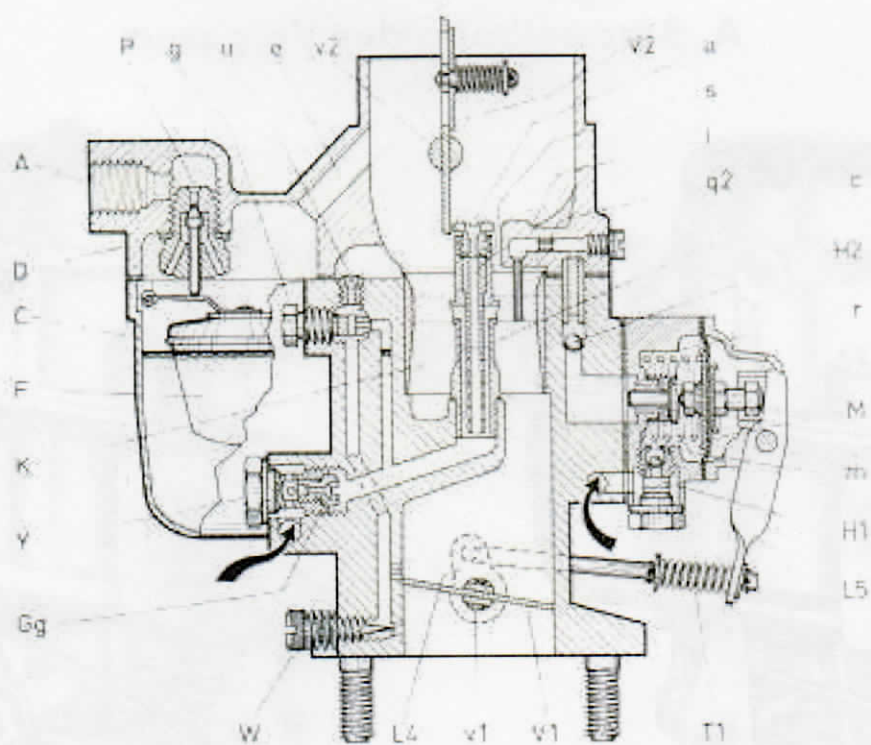

Abb. 4 Schem. Schnitt des 34 PCI (2) BMW 700 E 14815
Bei der Vergaserausführung 34 PCI (2) ist in den Einspritzarm ein **Austrittsröhrchen** eingepreßt (Abb. 4), dessen Mündung in der Zone der größten Unterdruckwirkung — in der Höhe der Austrittsöffnungen des Mischrohrträgers — liegt. Die Luftbohrung im Einspritzarm ist entfallen.